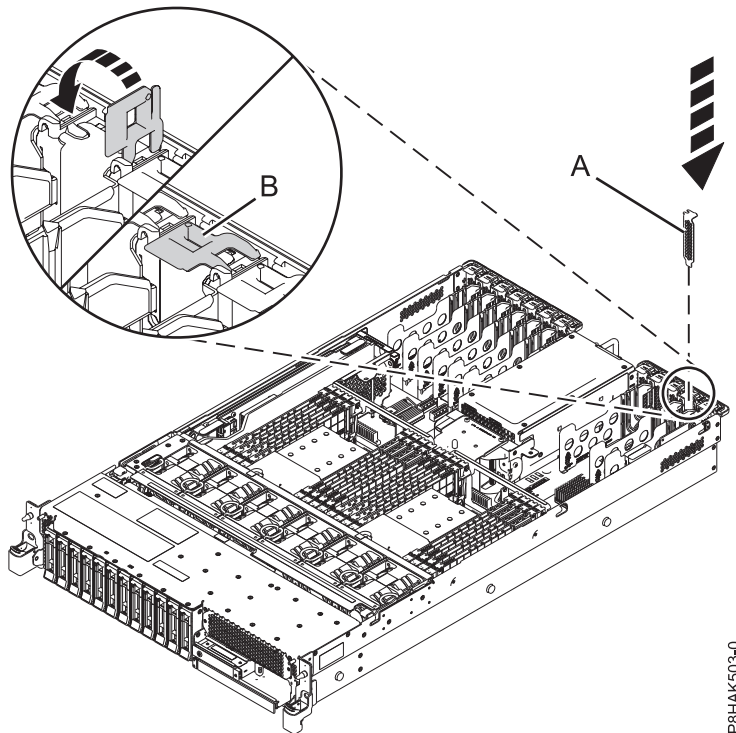

図 34. 5148-21L、5148-22L、 8247-21L、8247-22L、8284-21A、または 8284-22A システムの PCIe アダプター・スロットへのフィラーの取り付け
- a. フィラー・テール・ストックを注意して持ち、フィラーをシステム・バックプレーンにあるスロットとそのコネクタに位置合わせします (60 ページの図 34を参照)。